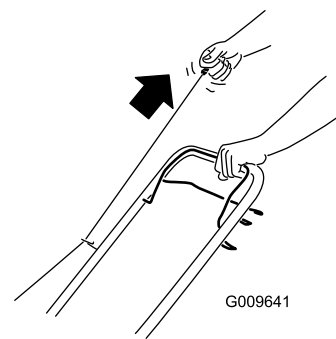

Figure 11
2. Tirez sur la poignée du lanceur (Figure 11).
Remarque: Tirez lentement la poignée du lanceur (Figure 11) jusqu'à ce que vous sentiez une résistance, puis tirez vigoureusement. Laissez le lanceur se rétracter lentement jusqu'à la poignée.